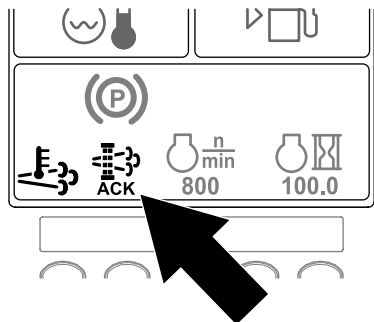

Figura 61
10. O InfoCenter apresenta o Ecrã inicial e o ícone de confirmação da regeneração (Figura 61) surge no canto inferior direito do ecrã enquanto a regeneração é processada.